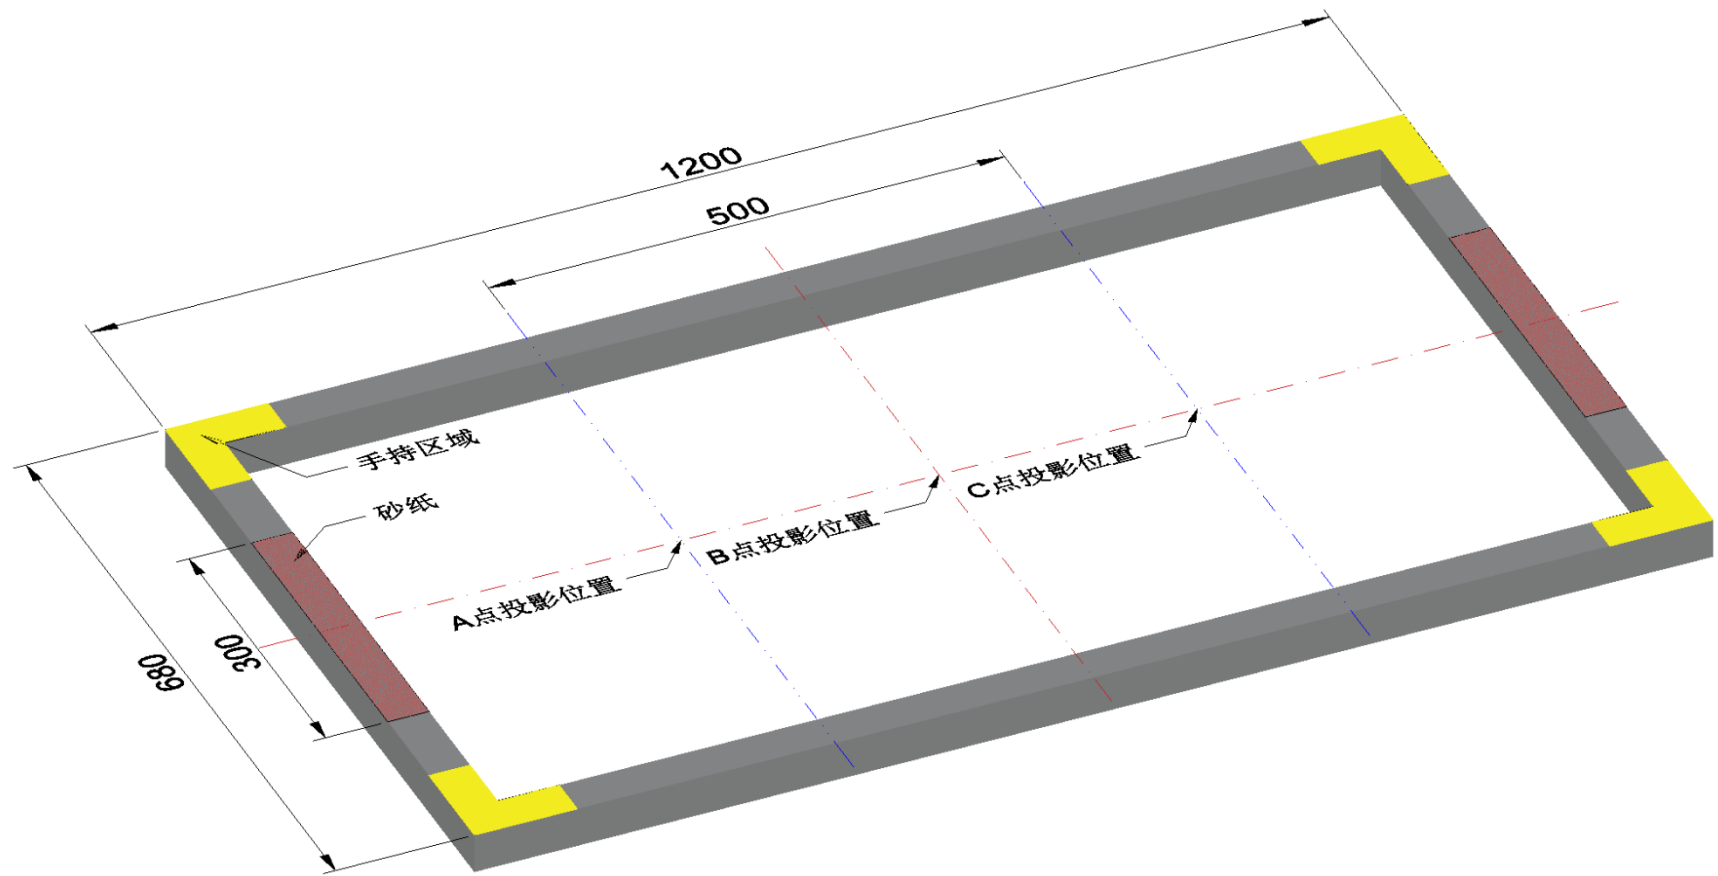

图 1: 支架及悬挂点示意图
- a) 支架：支架为铝合金型材制成的方框，由赛场统一提供。方框外径尺寸为长 1200mm（高中组）或 800mm（初中组），宽 680mm，材料横截面为 40x40mm 的矩形。其中，短边上表面中间 300mm 长度的区域贴有砂纸，用以放置模型，并防止模型滑动。方框各边两端 100mm 区域为手持区域。（详见图 1：支架及悬挂点示意图）
竖直直线上, A 点和 C 点分别位于距离 B 点所在直线沿长边方向两侧 250mm 处的平行线上; 每个点的位置允许有 $\pm 10\text{mm}$  误差。参赛选手需自行设计结构以保证结构在此三点处有节点可用于绑扎悬挂荷载的绳子。(详见图 1: 支架及悬挂点示意图)